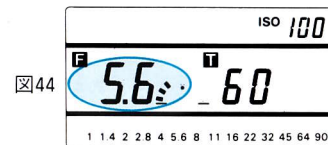
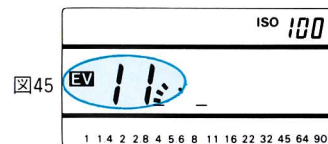
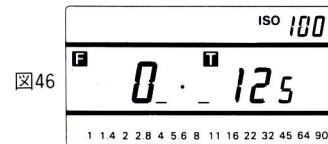

図44
図45
図46
F/EVキー⑱を押すと、測定前後に関係なくF値表示とEV値の表示が交互に変わります。(図44、図45)電源スイッチ⑥OFF又はオートオフ後、再度ONすると全てF値表示になります。(図46)